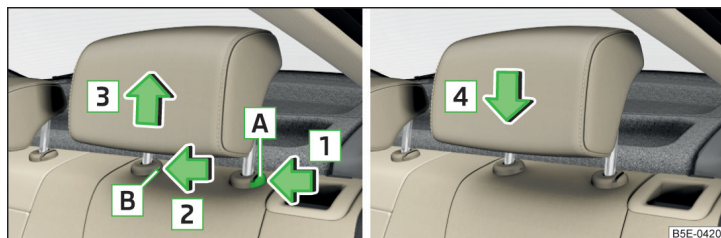

Fig. 89 Extraer / introducir el reposacabezas
- Mantener la tecla de seguridad **A** en el sentido de la flecha **1**. Al mismo tiempo presionar con un destornillador de pala (con un ancho de máx. 5 mm) la tecla de seguridad en la apertura **B** en el sentido de la flecha **2** y retirar el soporte en el sentido de la flecha **3** » fig. 89.